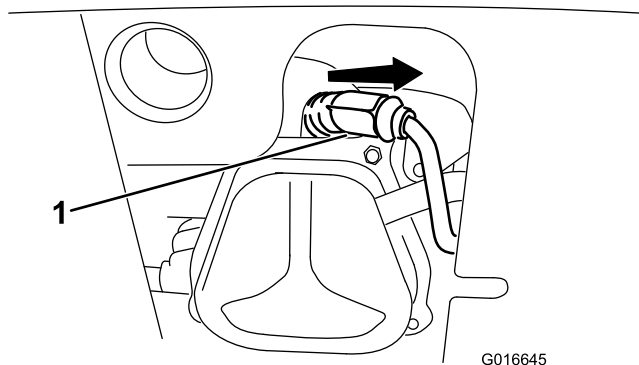

Figure 48
- Enlevez le capuchon (Figure 48).